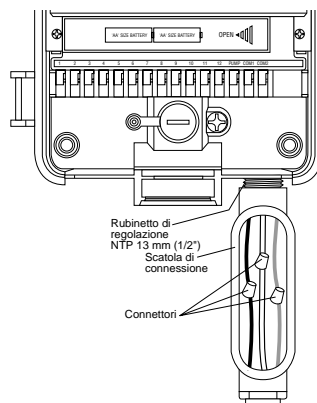

FIGURA 21: Collegamento all'impianto elettrico tramite cassetta di giunzione
- Collegare i fili d'alimentazione che escono dal programmatore, oltre al filo di terra (filo verde o conduttore in rame nudo) al filo verde del programmatore. Il filo verde dev'essere collegato obbligatoriamente! Collegare anche gli altri fili [vedere Figura 21].